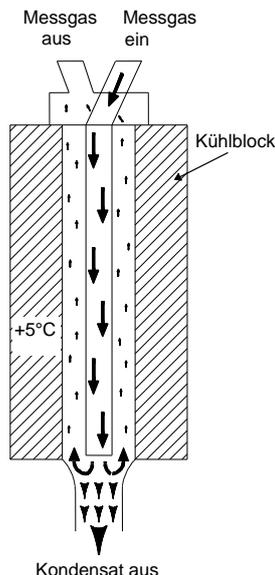

Abbildung 3 Funktionsschema des Wärmetauschers
Der patentierte **M&C** Gaskühler **EC30(FD)** ist ein kombinierter zweistufiger Kompressor-Peltierkühler mit Statusalarmierung. Die automatische Abtauung der doppelt ausgeführten Tiefkühlstufe gewährleistet eine 100% Verfügbarkeit des Kühlers. Die Vorkühlstufe ⑤ (s. Abb. 1) des Tiefkühlers ist mit einem Jet-Stream Wärmetauscher EC aus Duranglas ausgestattet. Abbildung 3 zeigt das Funktionsschema des Wärmetauschers.